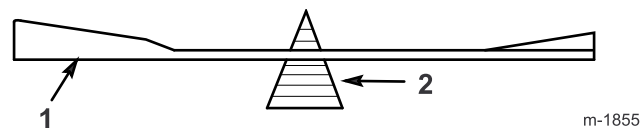

Figure 40
- Vérifiez l'équilibre de chaque lame en la plaçant sur un équilibreur (Figure 40). Si la lame reste horizontale, elle est équilibrée et peut être utilisée. Si la lame est déséquilibrée, limer un peu le dos de la lame. Répétez la procédure jusqu'à ce que toutes les lames soient équilibrées.